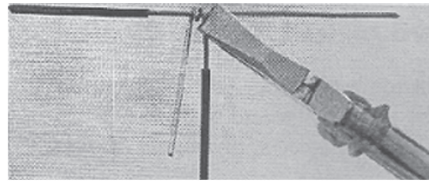

figura 5
4. Segure os condutores com o alicate e inicie as primeiras voltas com os dedos (**figura 5**).